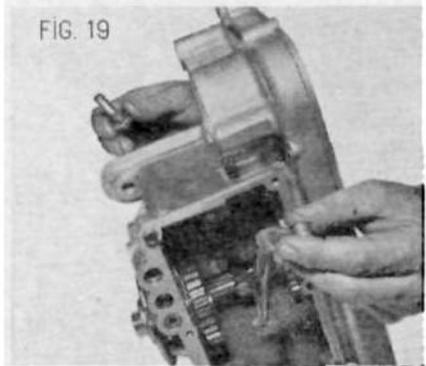

FIG. 19
- Dévisser le pivot 70 de fourchette de marche AR 60 après avoir rabattu son frein 69. Retirer le pivot et la fourchette (fig. 19).